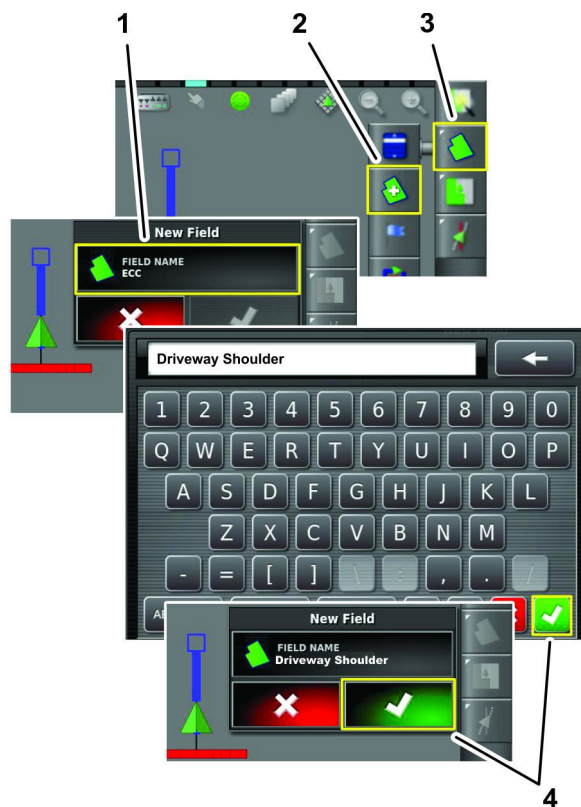

Рисунок 38
1. Нажмите на значок меню поля и затем нажмите на значок границы нового поля (Рисунок 38).
2. Нажмите на значок «Название поля» (Рисунок 38).
3. Введите название поля с помощью клавиатуры на дисплее и нажмите на значок подтверждения (Рисунок 38).
4. В диалоговом окне нового поля нажмите на значок подтверждения (Рисунок 38).